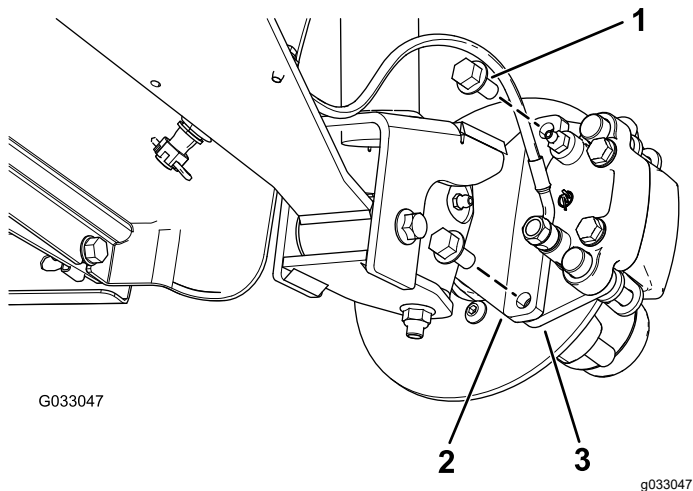
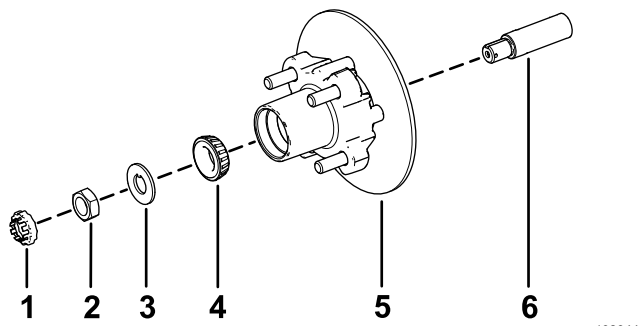

图 29
图 33
3. 卸下将制动器总成支架固定到主轴的凸缘头螺栓  $\frac{3}{8} \times \frac{3}{4}$  英寸将制动器与主轴分开图 29。
1. 在主轴上涂上薄薄一层指定润滑脂图 33。
2. 将轮毂和转子组装到带内转子的主轴上图 33。
3. 将外置轴承组装到主轴上并将轴承放置到外置座圈内图 33。
4. 将止动垫圈组装到主轴上图 33。
5. 将主轴螺母拧到主轴上上紧螺母扭矩至 15N·m 同时旋转轮毂将轴承调整到位图 33。
2. 将刹车踏板与转子的任意一侧对齐图 29 将制动盘托盘中的孔与主轴机架的制动器安装架中的孔对齐图 33。
3. 用 2 个凸缘头螺栓  $\frac{3}{8} \times \frac{3}{4}$  英寸将卡钳支架固定到主轴机架上图 29。